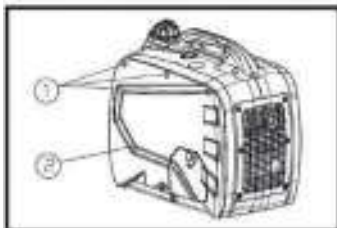

Рис. 27
2. Отверните винты крепления 1 (рис. 19) и снимите боковую крышку корпуса 2 (Рис. 27).